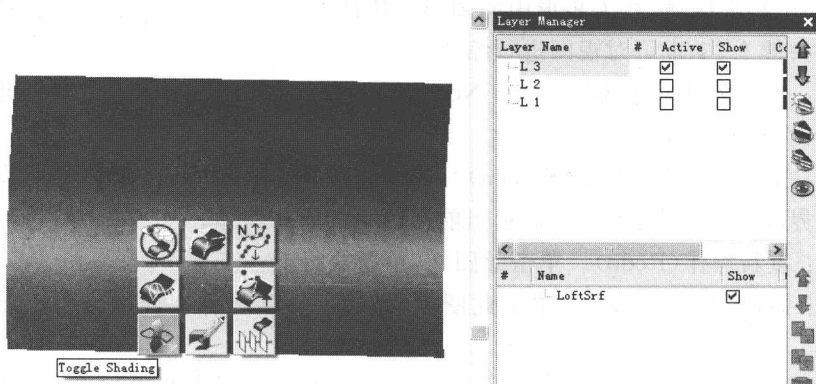

图 1.11
(8) 在层管理器中,取消图层 L1、L2 对应的 Show 的勾选,如图 1.11 所示,用鼠标单击 L3 图层,下面部分显示该图层上只有一个名为 LoftSrf 的曲面,就是刚刚生成的曲面。右击图形,选择  将该曲面渲染着色。至此,完成了点云重构曲面。依次按功能键 F1~F8,观察各种视图状态下的实体显示。